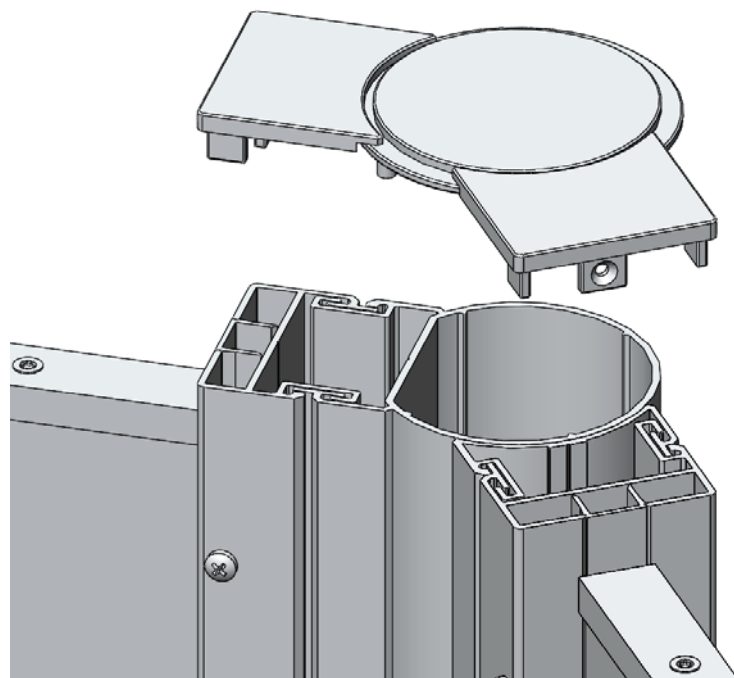

Figure 23
- Insérer les bouchons sur les poteaux en respectant (figure 23).